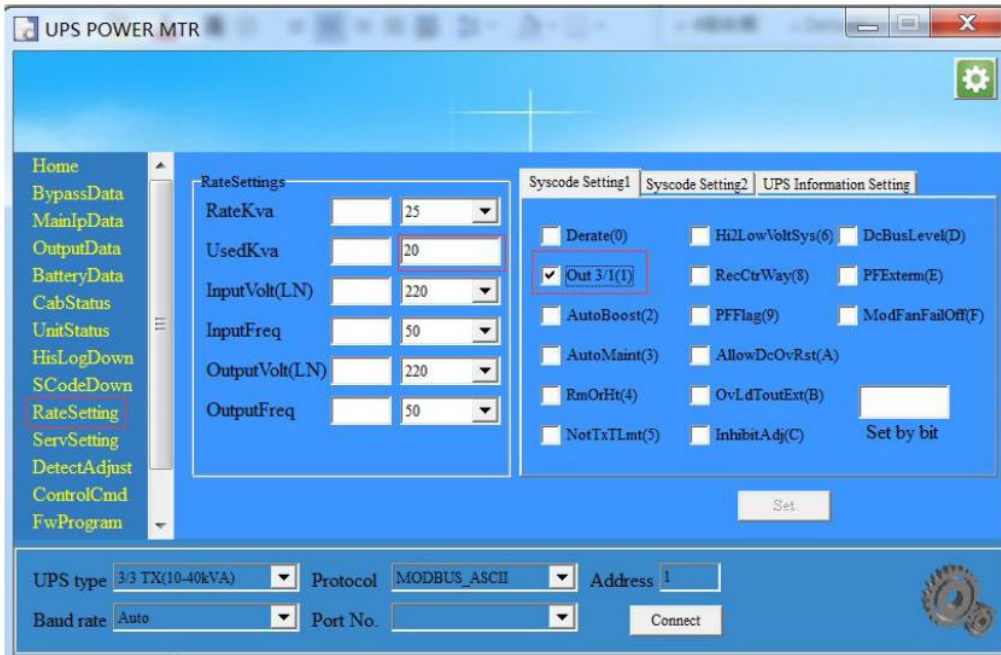

Рисунок 13. Интерфейс настройки программного обеспечения MTR
1.3. Включите ИБП; Используя ПО (Рисунок 13), измените номинальную емкость и используйте емкость до 20, включите опцию Out 3/1. После этого отключите питание и включите ИБП.